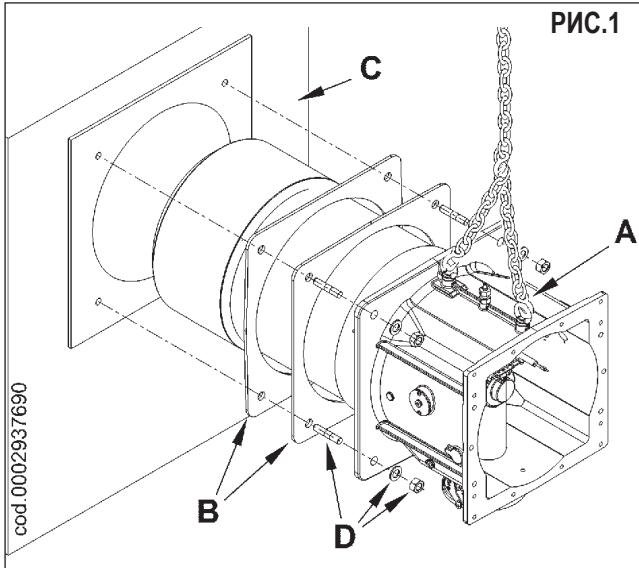
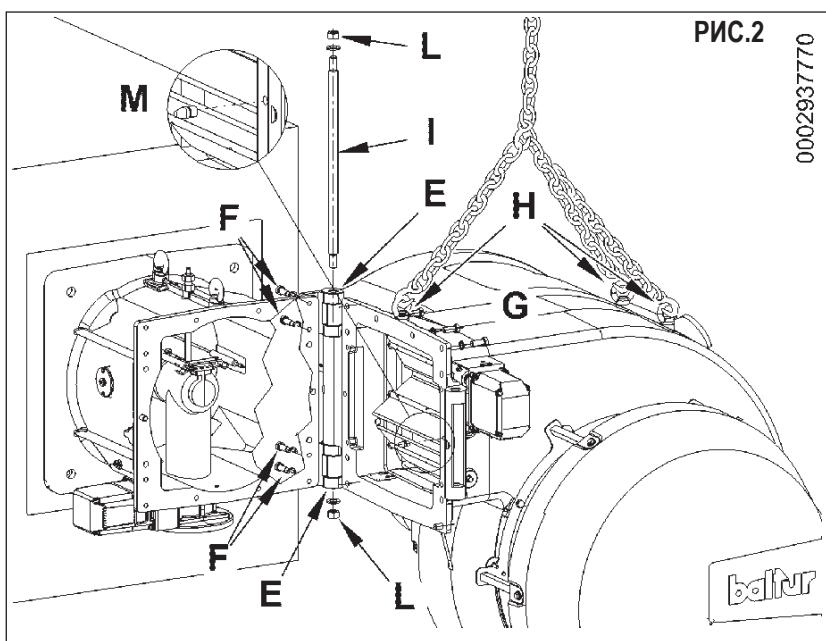

РИС.1
РИС.2
- После того, как на котел установлен узел головки, присоедините к камере два шарнира (E), используя 4 винта (F) и соответствующие шайбы, не затягивая винты полностью (стандартная заводская установка шарниров – с правой стороны, но можно смонтировать их и с противоположной стороны).
- Расположите вентилируемый корпус (G) на уровне двух шарниров (РИС. 2). Для перемещения вентилируемого корпуса пользуйтесь специальными цепями или тросами, закрепленными на рым-болтах (H).
- Вставьте стержень I и затем заблокируйте его гайками (L) и соответствующими шайбами; необходимо проследить, чтобы упорные поверхности двух шарниров хорошо прилегали к соответствующим поверхностям спирального кожуха. Избегайте чрезмерной затяжки гаек (L): это может затруднить вращение шарнира.
- Привинтите центрирующий палец (M) на фланце вентилятора, со стороны, противоположной шарниру (РИС. 2).
- Не отсоединяя цепей от рым-болтов, поверните вентилируемый корпус и расположите фланец вентилятора так, чтобы он соприкасался с фланцем камеры; проверьте, что палец (M) вошел в соответствующее отверстие (РИС. 2).
- Закройте горелку с помощью винтов (N) и соответствующих шайб. По окончании
Горелка поставляется со штуцером отбора давления (S) для реле давления (T) на правой верхней стороне камеры, причем газовая рампа выходит вверх (РИС. 1).
В случае, если газовая рампа выходит вниз и, следовательно, камеру нужно повернуть на 180° по сравнению с конфигурацией РИС. 1, рекомендуется снять штуцер отбора давления (S) и реле давления (T) и установить эти компоненты в специальные гнезда на противоположной стороне камеры, таким образом, чтобы штуцер отбора давления вновь находился справа (РИС. 2). В этом положении правильность и надежность сигнала давления для реле давления гарантирована.